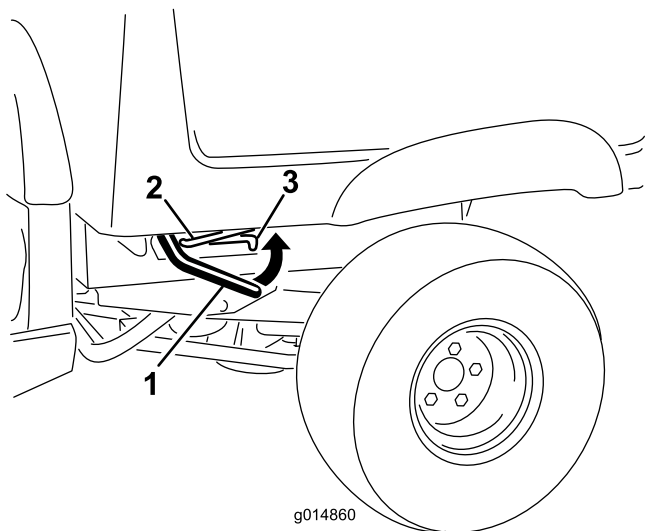

Figura 1
2. Alzate le leve ai lati del pianale e sollevatelo (Figura 1).
3. Tirate l'asta di supporto nella fessura di arresto per ancorare il pianale (Figura 1).